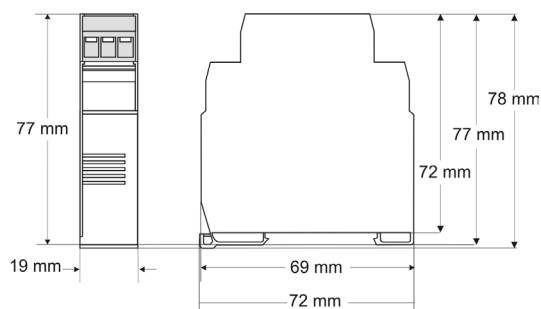

Figura 1 – Dimensões
**Dimensões:** A **Figura 1** mostra as dimensões do módulo.